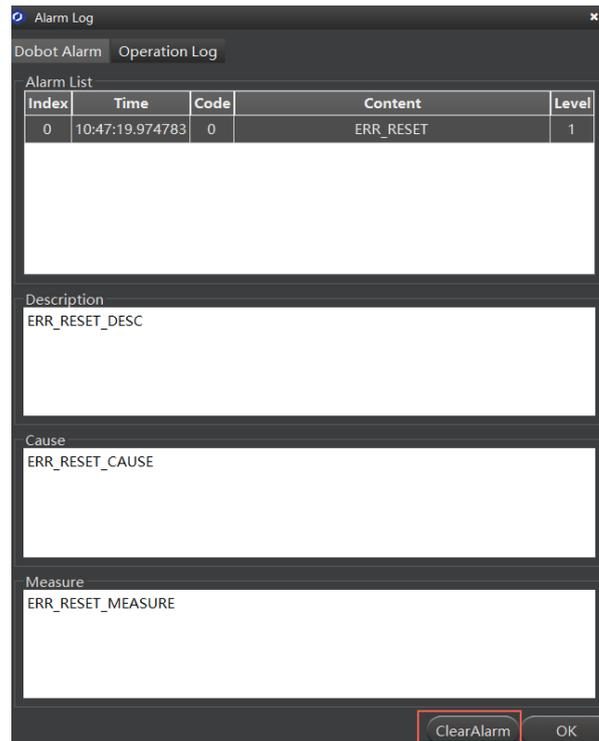

图 6.2 报警界面
- 步骤 2 在“Alarm Log”界面的“Dobot Alarm”页签最底端单击“Clear Alarm”，如图 6.2所示。